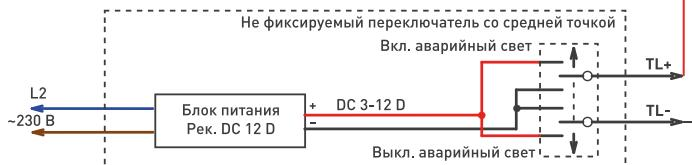

Рисунок 1. Стандартная схема подключения
- 3.4. Подключите провода, постоянно подключенные к сети: **L** [фаза] — коричневый провод, **N** [ноль] — синий провод. Смотрите рисунок 1.
Подключите провод, постоянно подключенный к сети: **L** [фаза] — коричневый провод через **Выключатель света** ко входу **Sl.in** источника питания. Смотрите рисунок 1.
Подключите входные провода источника питания светильника «Светодиодный драйвер» **N** [ноль], **L** [фаза] — коричневый провод. Смотрите рисунок 1.